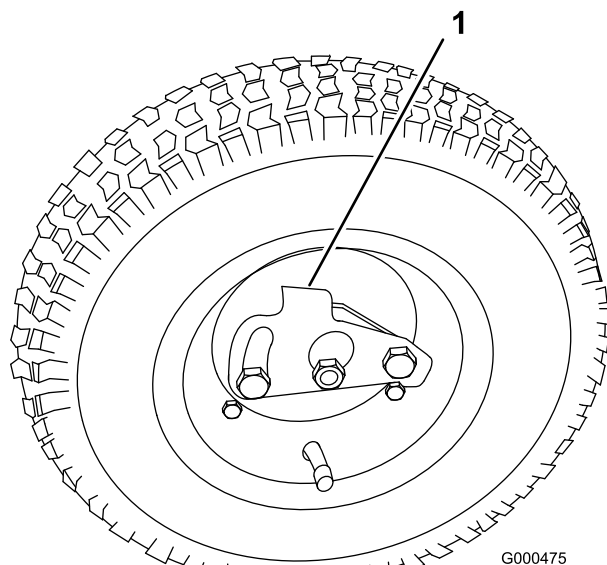

Рисунок 10
2. Отожмите стопор к центру колеса и наденьте колесо на шестигранный вал (Рисунок 10).